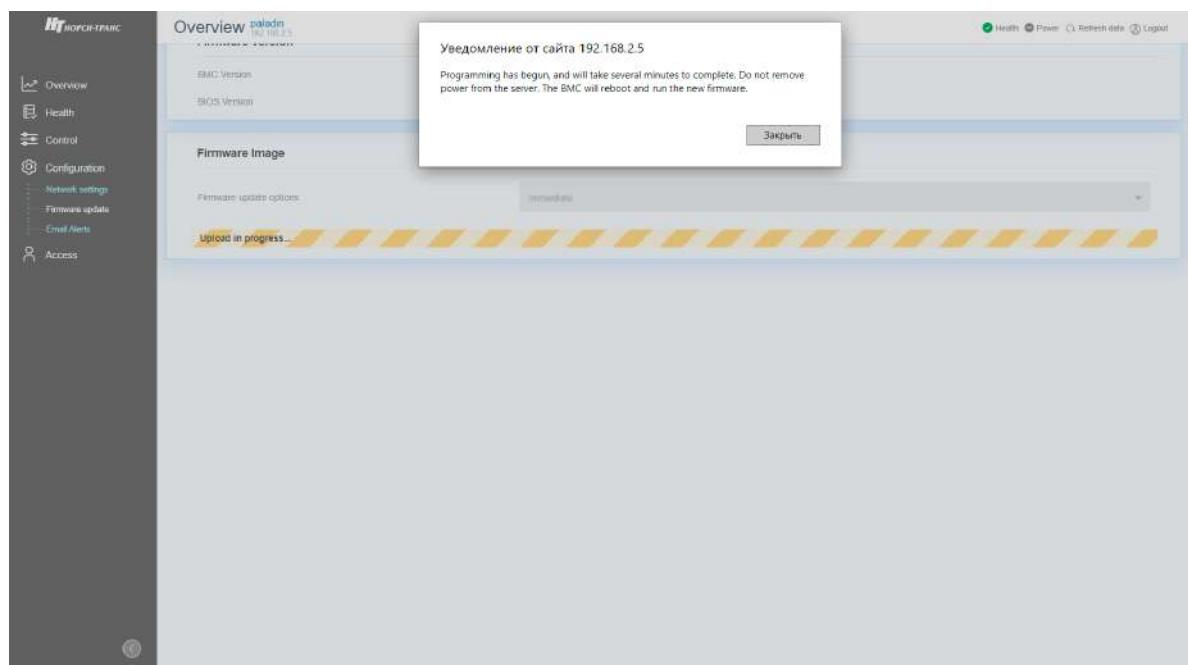

Рис. 83. Окно с уведомлением о завершении установки обновления BMC
- 7) После обновления ВМС появиться сопутствующая надпись об успешном завершении обновления. Окно показано на рис. 83 Окно с уведомлением о завершении установки обновления ВМС